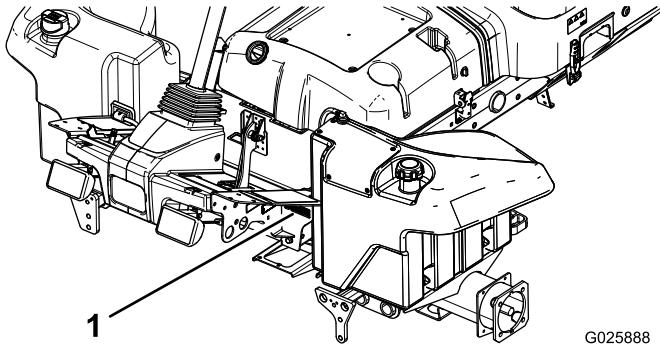

Figura 14
1. Perfore el mes y el año de fabricación de la unidad de tracción en la pegatina de emisiones de Toro, y coloque la pegatina en la plataforma del operador (Figura 14).